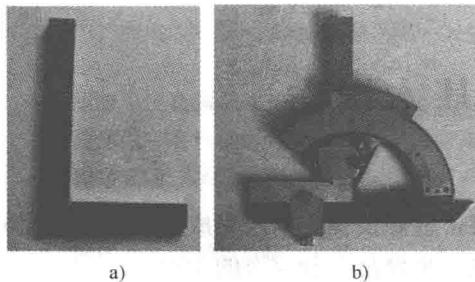

图 2-4 角尺
(4) 角尺 角尺有固定角尺和游标万能角度尺（见图 2-4）。固定角尺为直角尺，它是测量直角的量具，也是划平行线或垂直线的导向工具，同时还可用来找正工件平面在划线平台上的垂直位置。万能角度尺有 I 型、II 型两种，其测量范围分别为 $0^\circ \sim 320^\circ$ 和 $0^\circ \sim 360^\circ$ 。